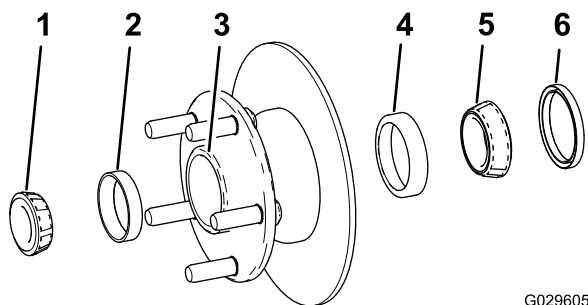

Рисунок 32
1. Снимите наружный подшипник и кольцо подшипника со ступицы (Рисунок 32).
2. Снимите уплотнение, внутренний подшипник и кольцо подшипника со ступицы (Рисунок 32).
5. Очистите полость ступицы от всей консистентной смазки, грязи и мусора (Рисунок 32).
7. Установите внутреннее и наружное кольца подшипника в ступицу (Рисунок 32).
8. Заполните полость ступицы на 50-80% консистентной смазкой указанного типа (Рисунок 32).
9. Установите внутренний подшипник на кольцо с внутренней стороны ступицы и установите уплотнение (Рисунок 32).